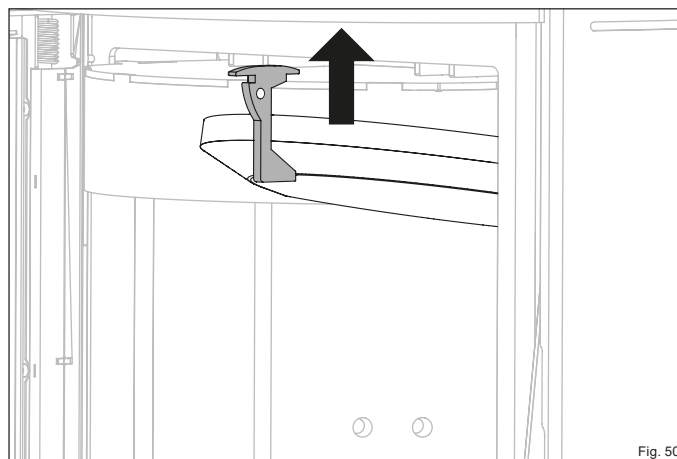

Fig. 50
- ▶ Faites glisser le support de la pierre thermique vers le haut (Fig. 50).